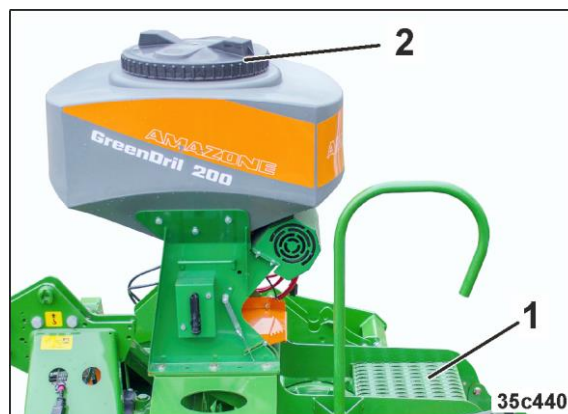

Fig. 140
3. Brug den tilgængelige læssebro (Fig. 140/1), når GreenDrill skal påfyldes og indstilles.
4. Såsædsbeholderdækslet har et skruegevind (Fig. 140/2).